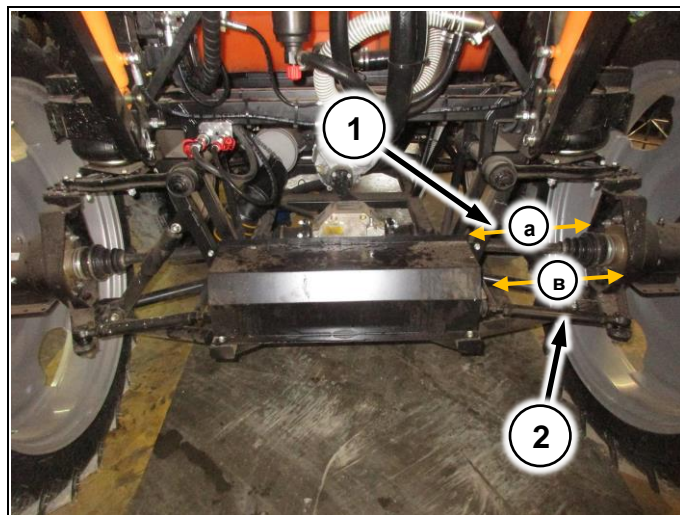

Рис. 60
2. Замерьте расстояние от нижнего профиля рамы до края редуктора, как показано на рисунке (а и в) (Рис. 60/1)
3. Вращая рулевую тягу (Рис. 60/2) добейтесь одинакового положения редуктора относительно рамы ($a=b$)